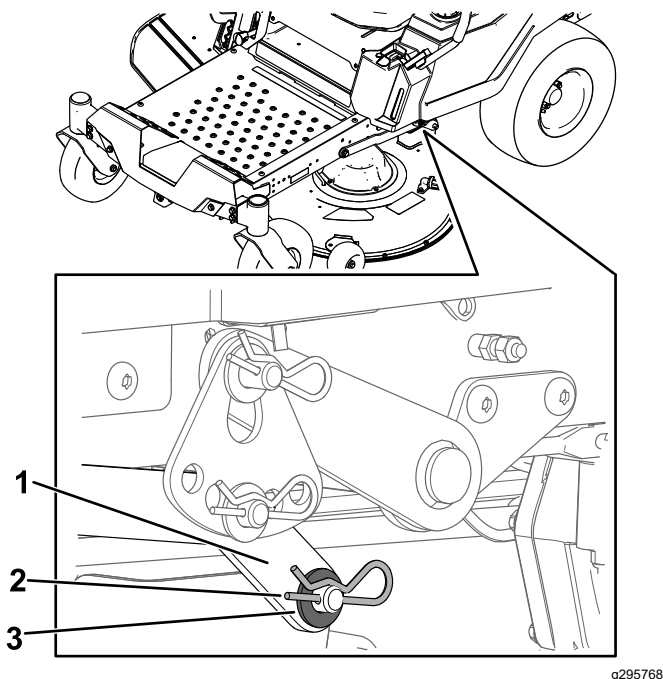

Figura 74
7. Su 1 lato della macchina, togliete la rondella e la coppiglia dal perno del piatto di taglio (Figura 74).
8. Togliete il braccio di sollevamento dal perno del piatto di taglio (Figura 74).
5. Su 1 lato della macchina, sollevate la parte posteriore del piatto di taglio e installate il braccio di sollevamento sul perno del piatto di taglio (Figura 74).
6. Installate il braccio di sollevamento utilizzando la rondella e la coppiglia (Figura 74).